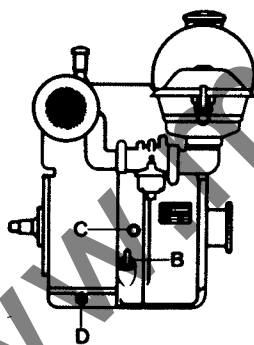

Bild 1
Handelsübliches Bleibenzin (Oktanzahl mind. 86 ROZ) durch einen Siebtrichter in den Kraftstofftank füllen. Mit Hilfe des Oelmessstabes (B, Bild 1) den Ölstand messen, Motor *waagrecht* abgestellt. Hierzu Oelmessstab ganz hineinschrauben. Der Ölstand soll nicht unter dem unteren und nicht über dem oberen Strich am Oelmessstab sein. Luftfilter prüfen; falls nötig reinigen. (Bitte Anweisungen gemäss Schmier- und Wartungsplan auf Seite 8 beachten).
- Bei Betrieb mit Benzin: Motor auf «Leerlauf» stellen und Abstellknopf drücken (C, Bild 1). Kraftstoffhahn schliessen.
- Bei Betrieb mit Petroleum: Kraftstoffhahn auf «Benzin» stellen und Motor während 2-3 Minuten laufen lassen. Dann Motor auf «Leerlauf» stellen und Abstellknopf drücken (C, Bild 1). Kraftstoffhahn schliessen.